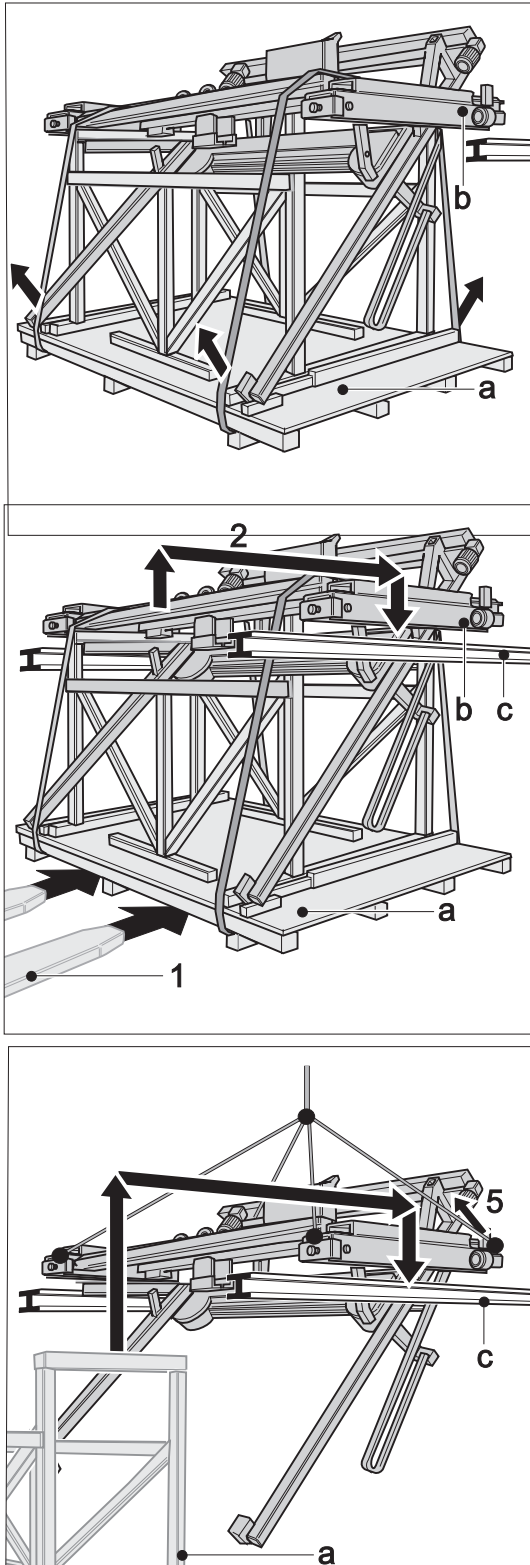

Figura I.1: Montaje del CHH
Fije el medio de recepción de cargas en los ristreles de la paleta (vea 4, figura I.1)
levante con la estibadora de horquilla por el centro del lado ancho (vea 1, figura I.1).
- Fije los medios de sujeción a los mecanismos de traslación (b) por ambos lados (vea 5, figura I.1).